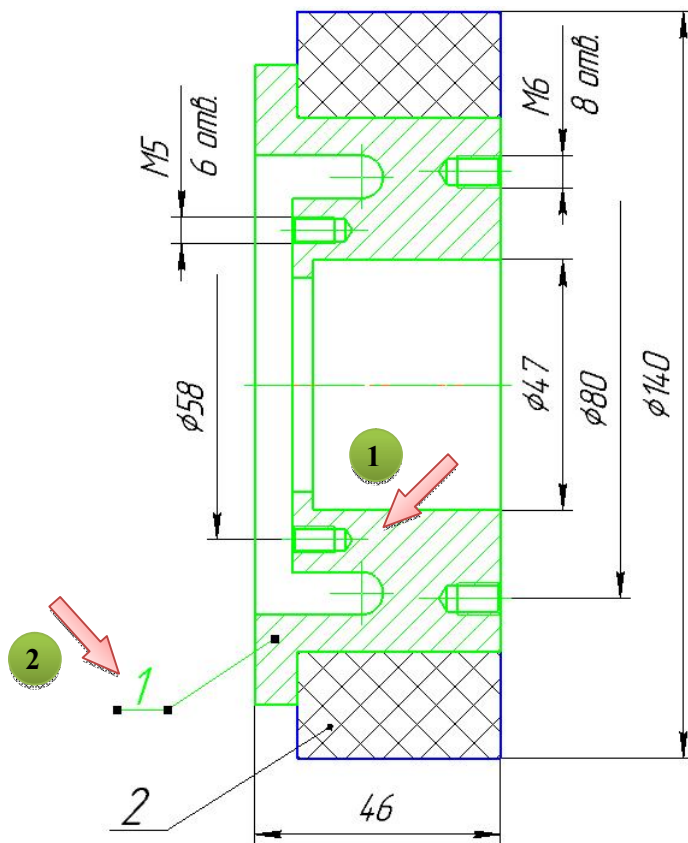

Рис. 2.29. Выделение детали «Корпус» с линией-выноской
- Выделите изображение детали «Корпус» и указывающую на него позиционную линию-выноску (рис. 2.29).
- Выделите изображение детали «Бандаж» и указывающую на нее позиционную линию-выноску (см. рис. 2.29).